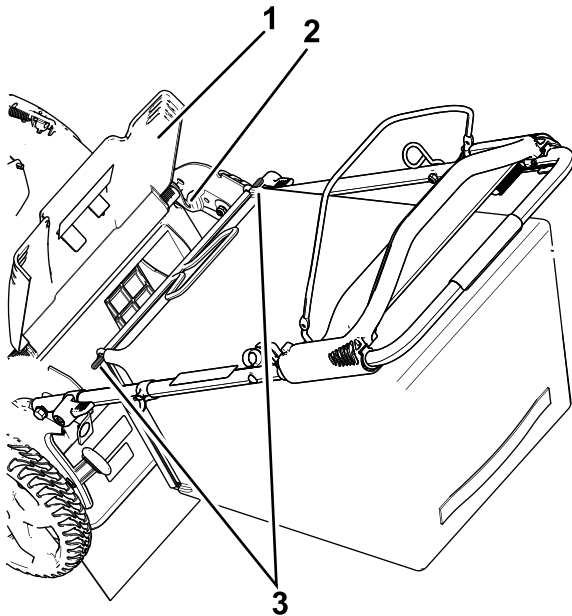

Figure 19
1. Soulevez le volet arrière et gardez-le dans cette position (Figure 19).
2. Montez le bac à herbe en veillant à placer les ergots dans les crans du guidon (Figure 19).